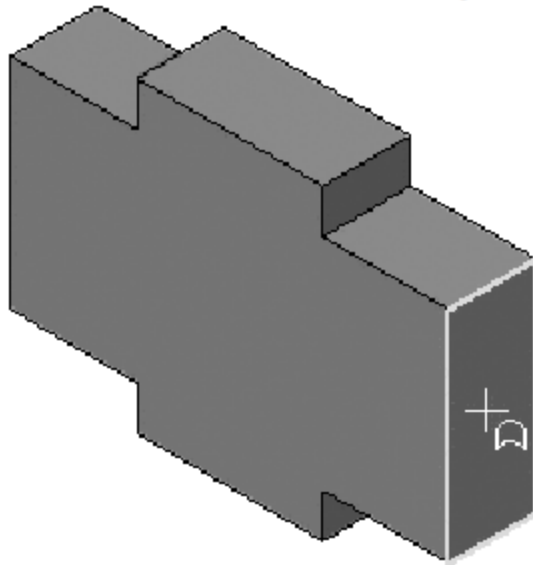

Рисунок 17.
1. Укажите грань и нажмите кнопку Эскиз (рис.17)